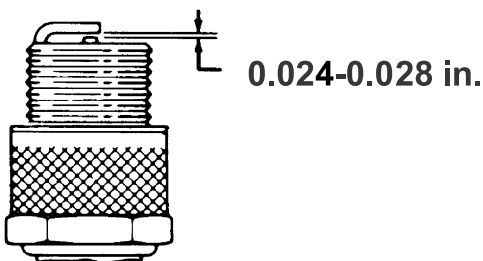

Figura 31
3. Verificate che la distanza fra gli elettrodi sia corretta (Figura 31).